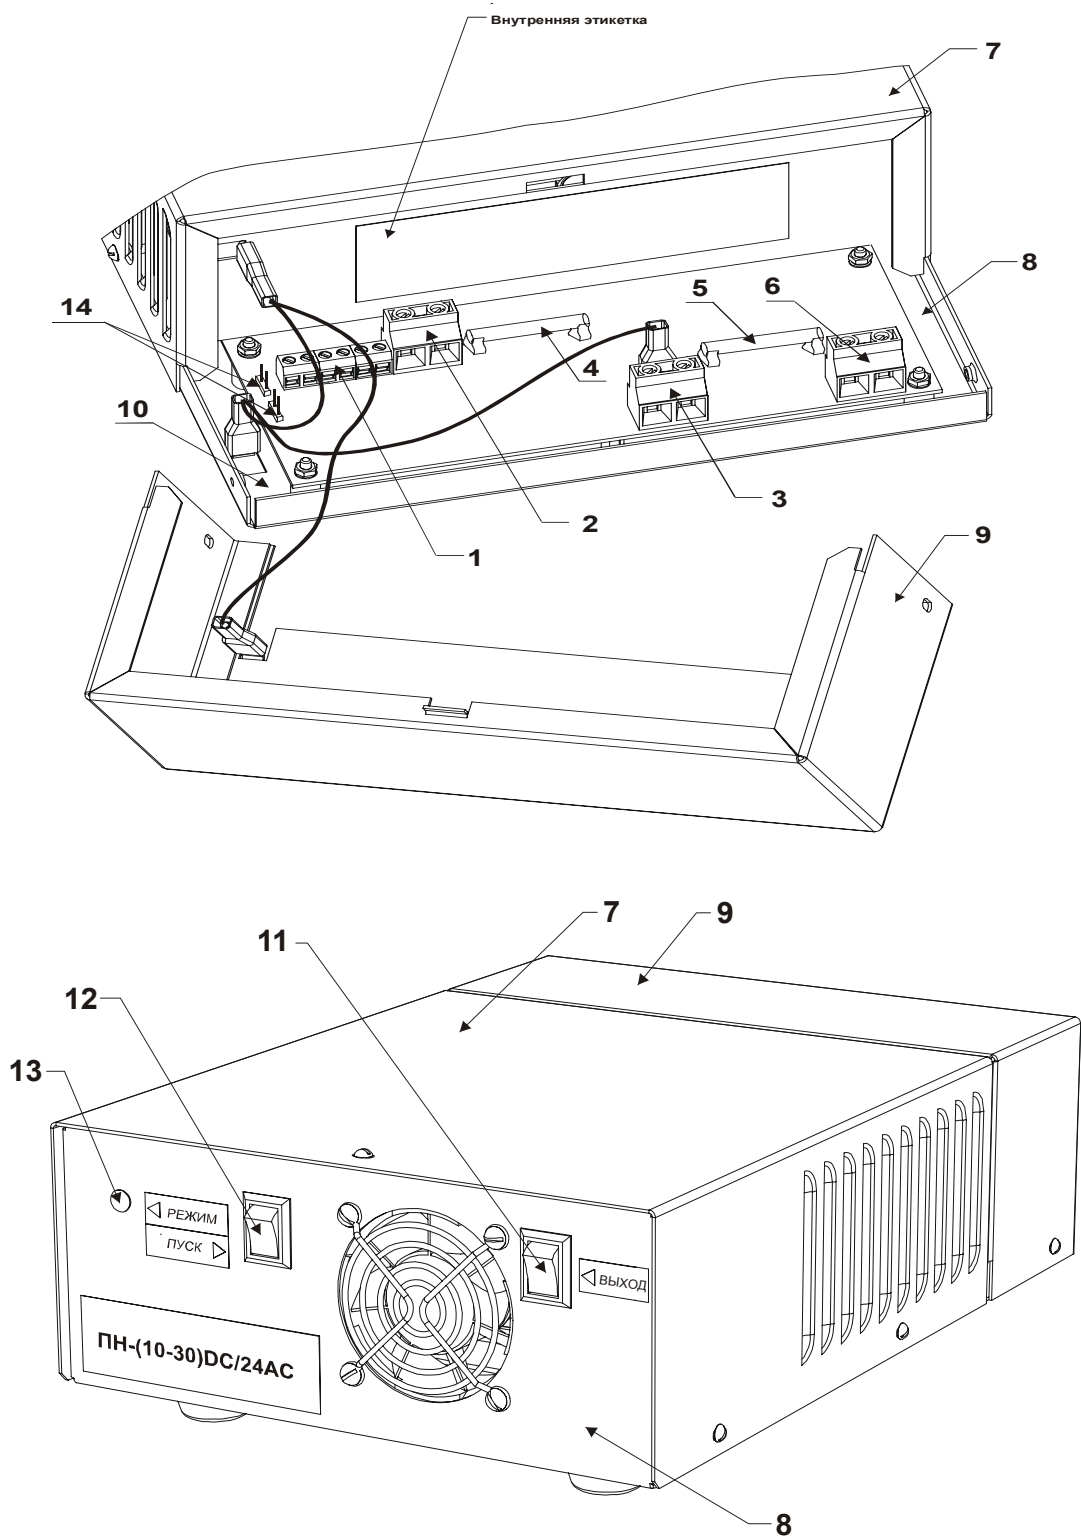

Рисунок 5
5.6. Снимите кожух монтажного отсека поз.9 рисунок 5 приложения А для доступа к элементам коммутации и защиты. При необходимости отсоедините перемычку заземления поз.10 рисунок 5 приложения А.
- 6.3. Закройте кожух монтажного отсека поз.9 рисунок 5 приложения А, подсоединив к нему перемычку заземления поз.10 рисунок 5 приложения А, если она была отсоединена.